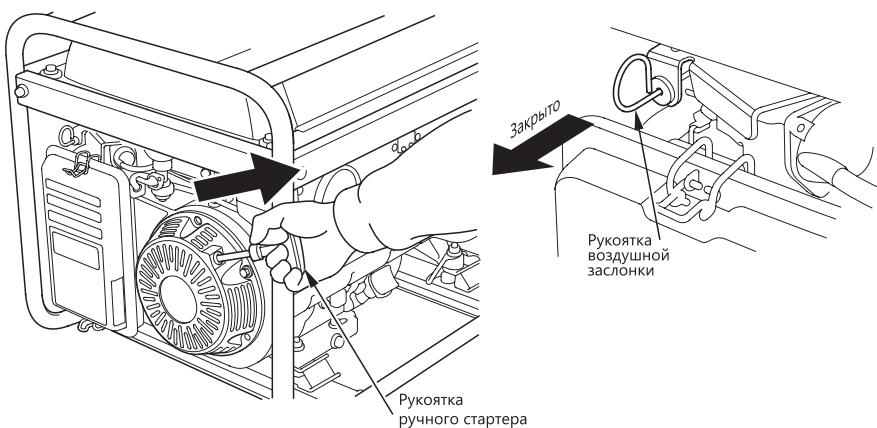

Рис. 6. Запуск двигателя
- Поверните выключатель генератора в позицию «ВКЛ.» (рис. 1). Поверните рычаг дроссельной заслонки в положение «ВКЛ.» (рис. 6).